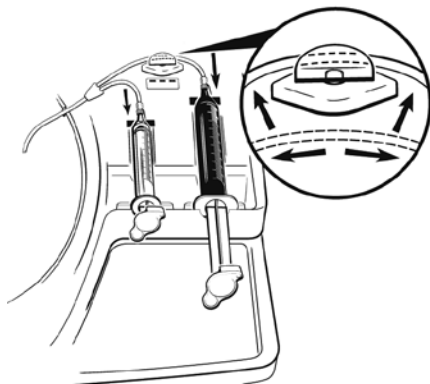

Abbildung 8. Schlauch von Spritze 2 strecken und in Quetschventil einschieben.
27. Den an Spritze 2 angebrachten Schlauch vorsichtig strecken und vollständig in die Quetschventilöffnung einschieben (siehe Abbildung 8).